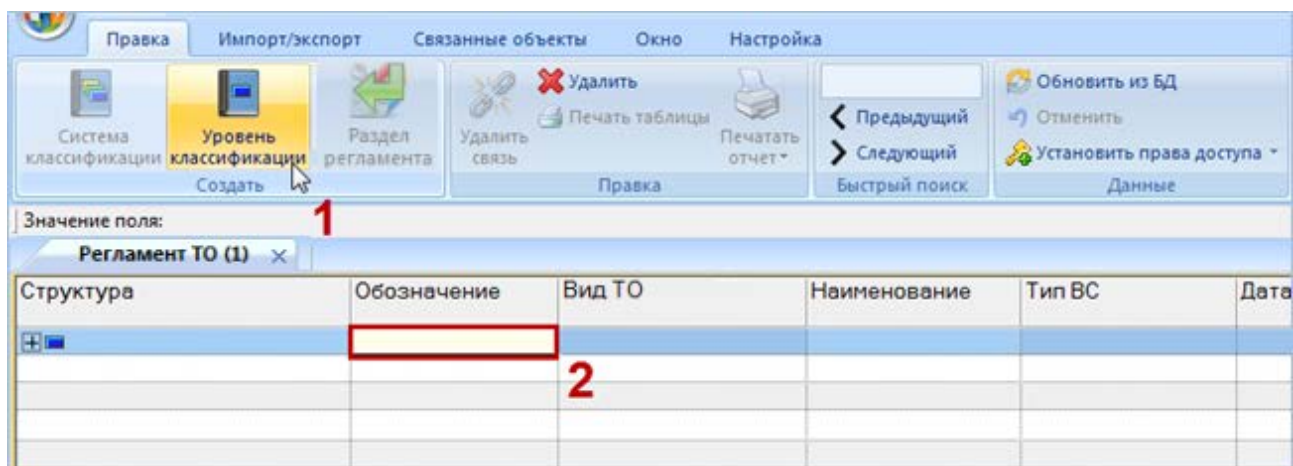

Рис. 12-2 – Создание раздела в справочнике
- 3) Нажать кнопку «Уровень классификации» или «Система классификации» панели «Создать» (рис. 12-2). При создании раздела поле «Обозначение» автоматически открывается на редактирование – ввести в него нужное обозначение.